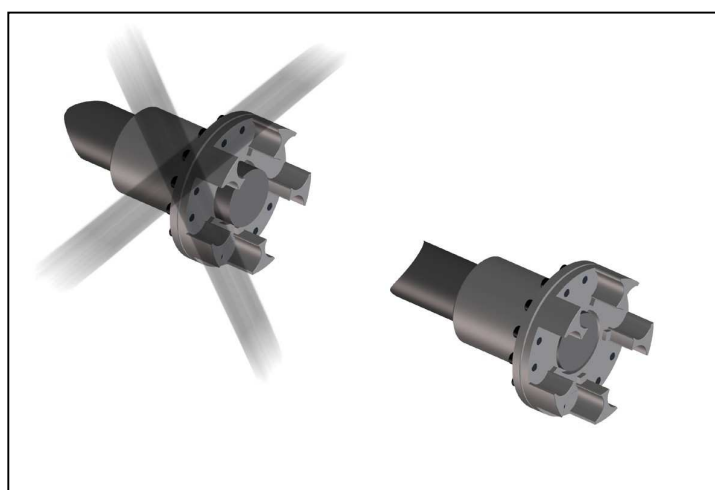

Bild 5
- Montieren Sie die Naben so, dass die Wellenenden mit den inneren Bohrungsöffnungen bündig abschließen (Bild 5). Überstehende Wellenenden verhindern das radiale Ein- und Ausbauen der Klauenringe. Beachten Sie eventuell abweichende Vereinbarungen!